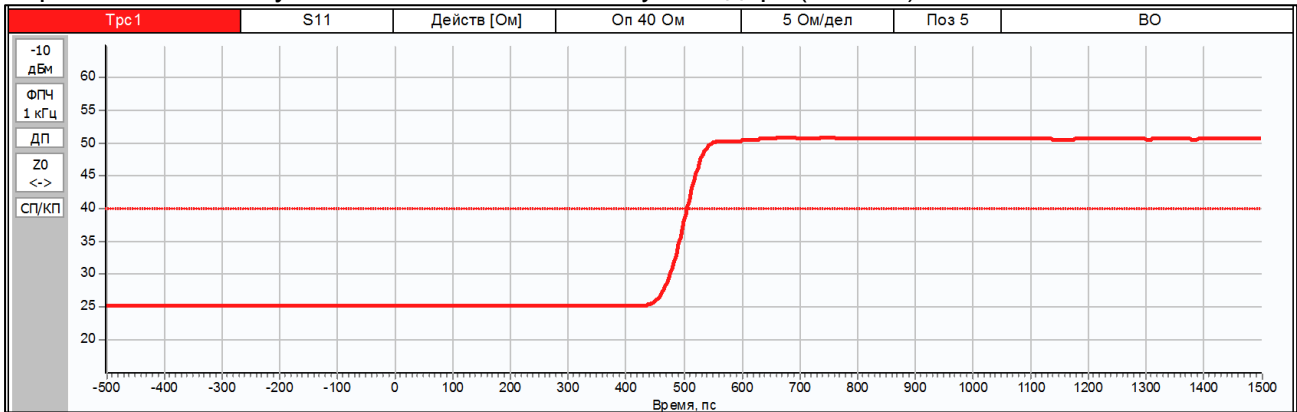

Рис. 11. Переходная характеристика после установки $Z'_{ref_1} = 25$ Ом и смещения плоскости калибровки первого порта на 65 пс для измерения Beatty-стандарта.
14. В результате исчезает неоднородность, обусловленная скачком волнового сопротивления с искусственных 25 Ом на Beatty-стандарт (Рис. 11).